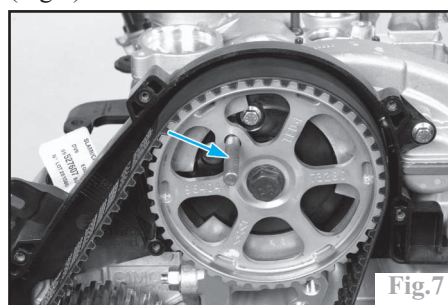

Fig.7
Piger la roue dentée d'arbre à cames à l'aide d'une pige de 8 mm de diamètre et 55 mm de long (ou outils PSA 0194-B) (Fig.7).
- Serrer la vis de fixation (3) du galet tendeur à **3,7 m.daN**.
- Déposer les pignes (Fig.7) et (Fig.8).